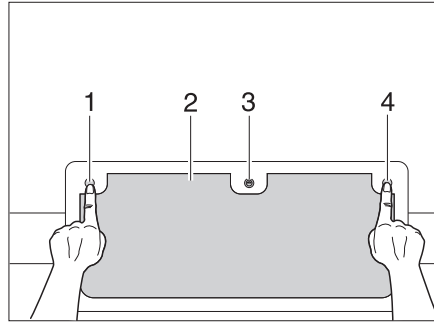

Fig. 31 Serrure de portillon avec boutons, fermée
- Insérer la clé dans le barillet (Fig. 31,3) et la tourner d'un quart de tour.
- Enfoncer les trois boutons-poussoirs (Fig. 31,1, 3 et 4).
- Fermer entièrement le portillon extérieur (Fig. 31,2), jusqu'à ce qu'il se verrouille de manière audible.
- Insérer la clé dans le barillet (Fig. 31,3) et la tourner d'un quart de tour. La serrure est verrouillée.